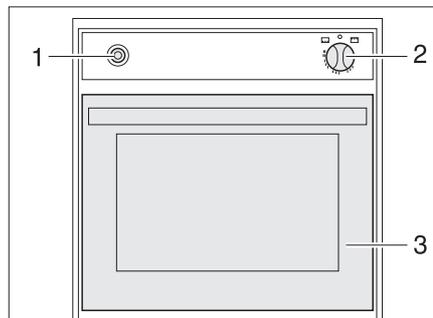

Fig. 314 Forno a gas (Spinflo)
- Aprire completamente lo sportello del forno (Fig. 314,3).
- Premere leggermente il pomello girevole (Fig. 314,2) e metterlo su "🔥" (forno) o "🍷" (grill).
- Premere il pomello girevole (Fig. 314,2) e tenerlo premuto per 5-10 secondi. Il gas fluisce verso il bruciatore.
- Premere l'interruttore di accensione (Fig. 314,1) finché la fiamma non brucia.
- Ruotare il pomello girevole (Fig. 314,2) su "O". La fiamma si spegne.